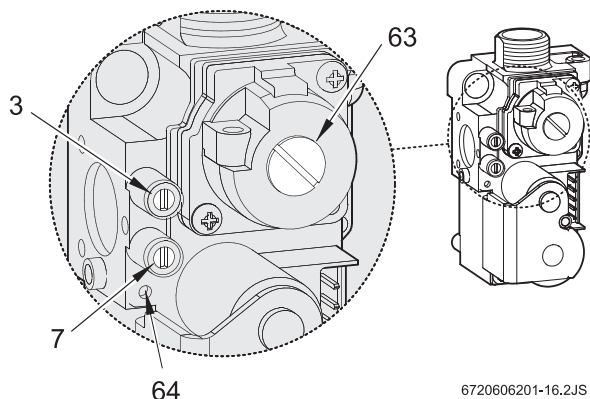

Fig. 27 Automático de gás
- ▶ Desmontar a cobertura do parafuso de regulação do gás (63) (Fig. 27).
- ▶ Tratando-se de gás natural: regular o consumo MAX com o parafuso de regulação (63) (Tab. 11).